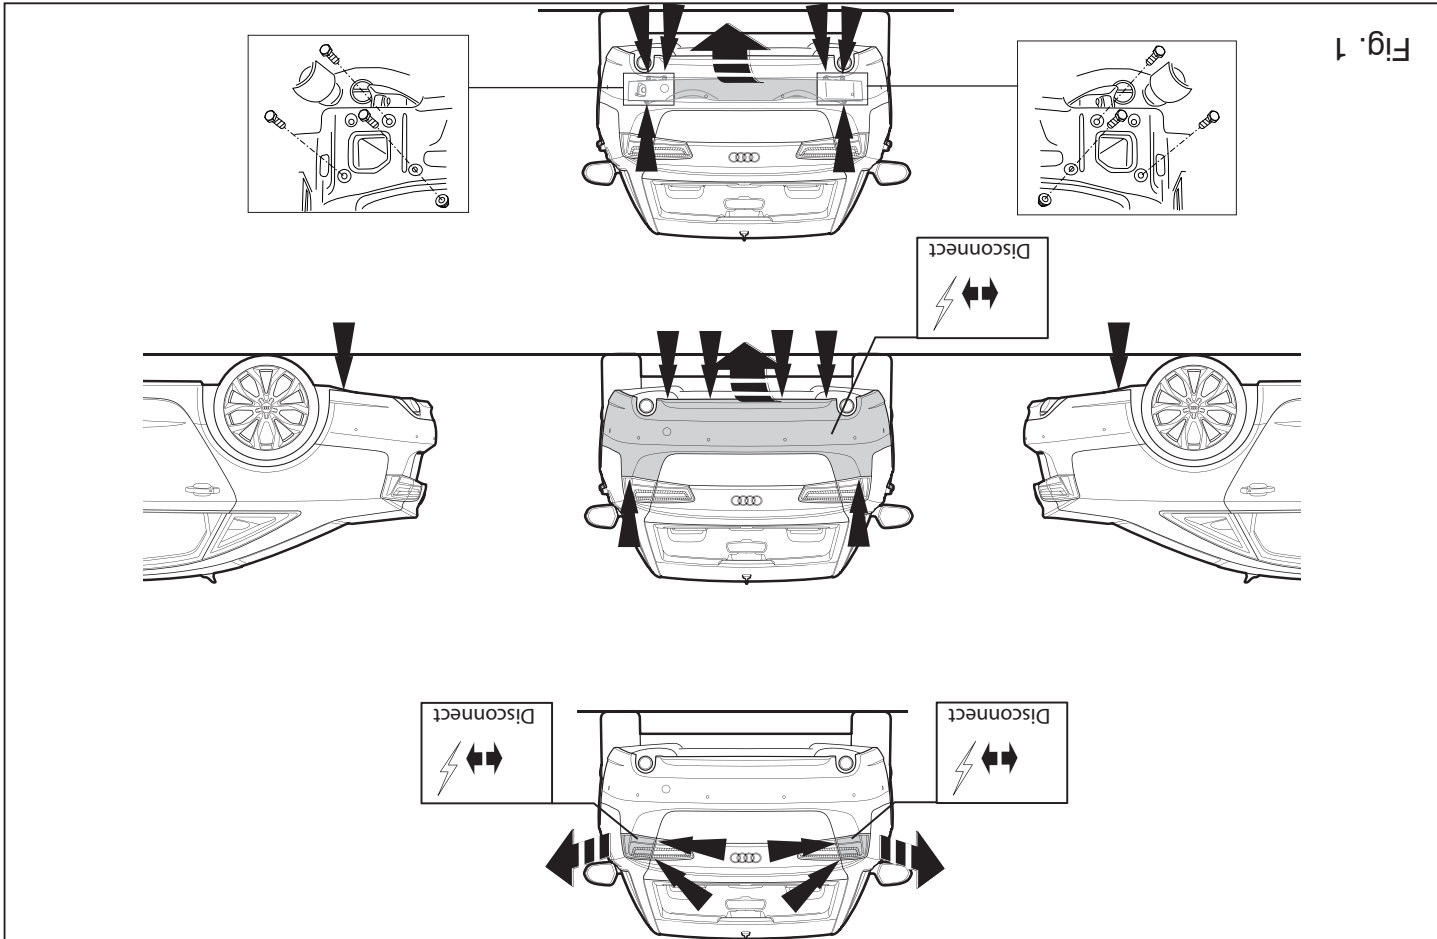

Fig. 1
2. Replace the bolts. See figure 1.
1. Die Rücklichter abmontieren. Die Stoßstange einschließlich des stählernen Stoßbalkens vom Fahrzeug abmontieren. Der Stoßbalken wird nicht mehr benötigt. Schrauben wieder anbringen. Siehe Abbildung 1.
1. Démontez les feux arrière. Déposer le pare-chocs du véhicule y compris la traverse en acier ; la traverse ne sera plus utilisée. Remettre les boulons de fixations en place. Voir la figure 1.
- Demonter baglysenhederne. Demonter kofangeren, inklusive køretøjets stålstødbjælke. Denne bliver overflødig. Se fig. 1.